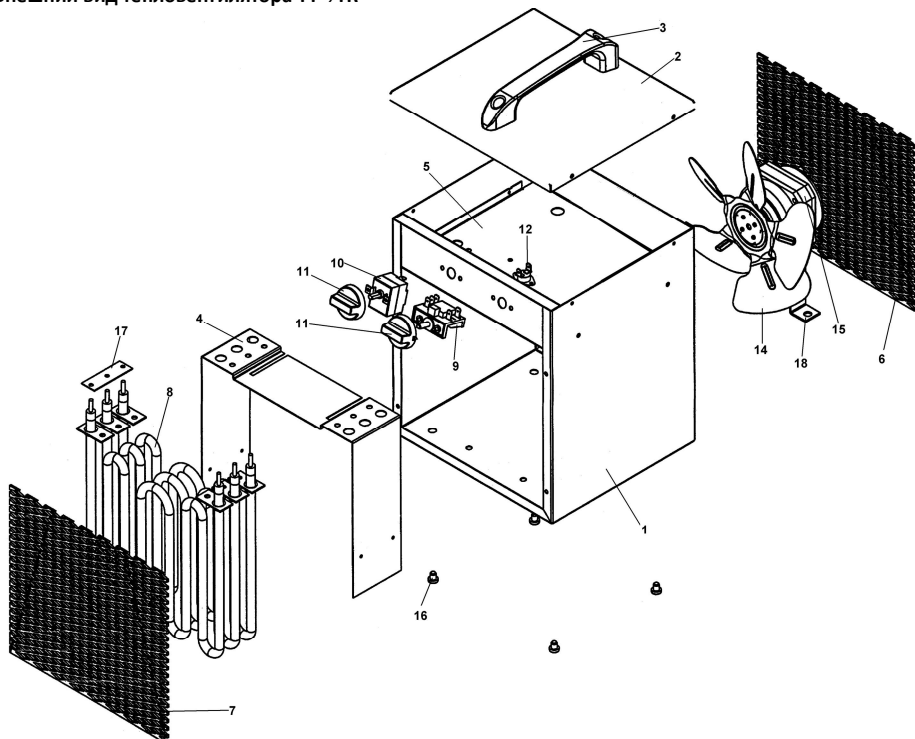

Рис. 1
Соответствие положений ручки переключателя режимов работы (9) (рис.1):
Конструктивно тепловентилятор представляет металлический корпус, в котором размещены электродвигатель (15) с крыльчаткой (14) и ТЭНы (8). Переключатель 15 (рис.1) на четыре положения предназначен для установления режимов работы. Термостат 12(рис.1) отключает ТЭН в случае аварийного (ненормального) режима работы (перекрыто входное или выходное отверстие, перегрев вследствие остановки электродвигателя). Терморегулятор (капиллярный термостат) 10 (рис.1) предназначен для автоматического поддержания температуры в помещении на заданном уровне. При достижении заданной температуры терморегулятор отключает нагревательный элемент, оставляя включенным вентилятор. При понижении температуры всасываемого воздуха на 3-5°C вновь включает нагрев.
Установить тепловентилятор так, чтобы был свободный доступ к органам управления и воздуха к воздухозаборной решетке. Установить переключатель режимов работы (9) рис. 1 тепловентилятора положение «О» (отключено).
Переключатель режимов (9) рис.1 установить в выбранный режим. Установка режима автоматического поддержания температуры для тепловентилятора выставляется следующим образом:
Ручку (11) терморегулятора (10) рис.1 повернуть против часовой стрелки до упора;
Переключатель режимов работы (9) рис. 1 установить в положение нагрева. В этом случае тепловентилятор работает в режиме вентилятора. Плавно поворачивать ручку (11) терморегулятора (10) рис.1 по часовой стрелке до щелчка включения терморегулятора, который произойдет при совпадении уставки терморегулятора с температурой окружающего воздуха. Повернуть ручку (11) терморегулятора (10) рис. 1 по часовой стрелке еще на некоторый угол. Терморегулятор не имеет отградуированной шкалы по температуре и установка ручки на желаемую температуру в помещении уточняется (определяется) потребителем в процессе эксплуатации.
установить переключатель режимов работы (9) рис. 1 в режим вентилятора «1». В этом режиме крыльчатка будет вращаться, а ТЭНы будут отключены.
установить переключатель режимов (8) рис. 1 в положение «О» - отключено. В случае длительного перерыва в работе тепловентилятора вынуть вилку шнура питания из розетки.